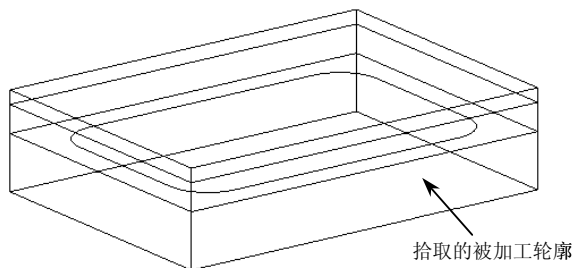

图 2-24 拾取的被加工轮廓
1) 完成加工参数设置后，单击“确定”按钮，系统在界面的左下方提示“拾取轮廓”，拾取的外面加工对象，并选择串联方向，系统又提示“拾取岛屿”，接着拾取的外面加工对象并选择串联方向如图 2-24 所示。